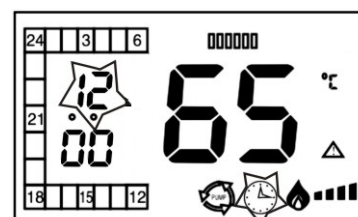

Рис.7
7. Подключить комнатный регулятор температуры при помощи двухжильного провода 2x0,75мм² к клеммам котла(рис.7).
При повторном нажатии кнопки [TIMER] выключается индикатор таймера (рис.7), и водонагреватель продолжает работу в режиме отопления без учета времени.